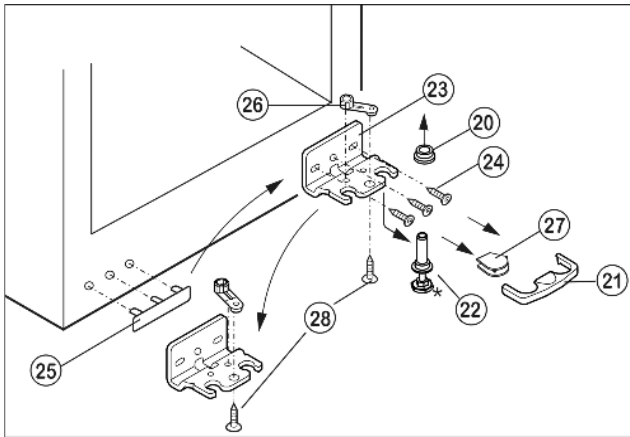

Fig. 5
- ▶ Enlever le dispositif d'arrêt Fig. 5 (21) vers l'avant.
- ▶ Enlever le cache Fig. 5 (27) en bas.*
- ▶ Enlever le pivot Fig. 5 (22) vers le bas et vers l'avant. Ce faisant, respecter la douille de charnière Fig. 5 (20).
- ▶ Dévisser le support d'appui Fig. 5 (23) (3 x Torx 25) Fig. 5 (24).
- ▶ Dévisser l'élément pivotant Fig. 5 (26) (1 x vis Torx 25) Fig. 5 (28) et le replacer dans le logement opposé de la charnière, puis le revisser.
- ▶ Soulever avec précaution le cache Fig. 5 (25) du côté poignée et le déplacer.
- ▶ Revisser le support d'appui Fig. 5 (23) sur le nouveau côté charnière, en utilisant une visseuse sans fil si nécessaire, avec un couple de serrage de **4 Nm**.
- ▶ Mettre le cache Fig. 5 (27) sur le côté opposé.*
- ▶ Le dispositif d'arrêt (21) doit s'enclencher latéralement sur la charnière afin de protéger les pivots d'appui et la porte.
- ▶ Replacer le dispositif d'arrêt (21) sur la charnière.
- ▶ Remettre en place la douille de charnière Fig. 5 (20).
- ▶ Placer la porte par le haut sur le pivot inférieur Fig. 5 (22).
- ▶ Aligner éventuellement la porte par rapport aux deux trous oblongs du support d'appui inférieur Fig. 5 (23) pour qu'elle affleure avec l'habillage de l'appareil. Pour cela, dévisser les vis centrales.